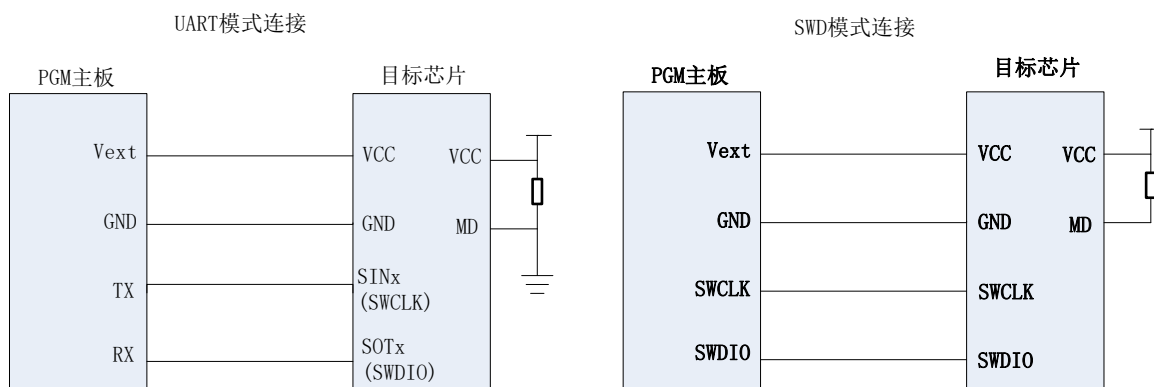

图 5 部分系列连线方法 2
• **HC32F460** 系列芯片的接线方法如图 5 所示。